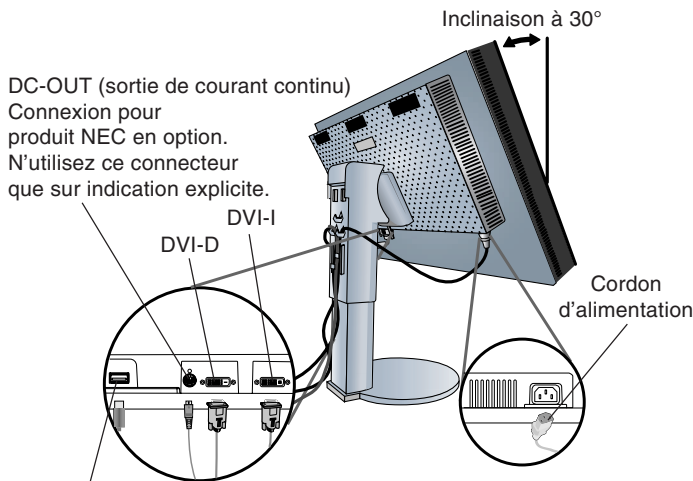

Figure C.1
3. Placez les mains de chaque côté du moniteur pour incliner l'écran LCD de 30 degrés et le placer sur la position la plus haute (**Figure C.1**).
4. Branchez tous les câbles aux prises appropriées (**Figure C.1**).